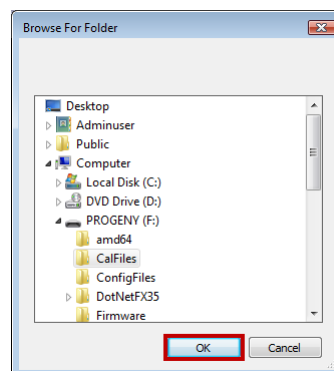

Figure 10 : Sélectionnez le dossier source du fichier d'étalonnage
- La boîte de dialogue illustrée à la Figure 10 apparaît pour vous permettre de sélectionner le dossier source du ou des fichiers d'étalonnage. La sélection initiale donne accès au dossier source sur la clé USB actuelle. Si nécessaire, localisez le dossier source du fichier d'étalonnage et cliquez sur la touche « OK » pour continuer.